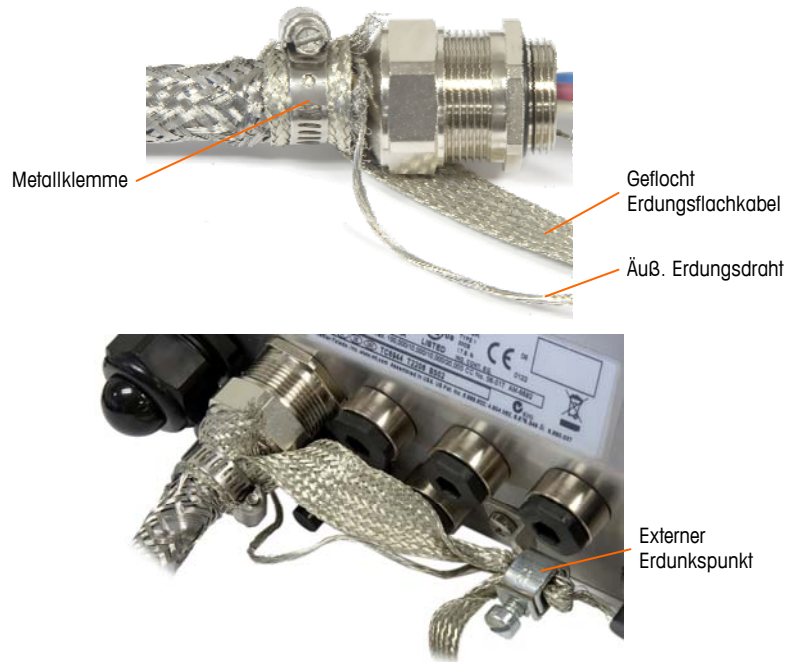

Abbildung 2-44: Abschluss des äußeren Geflechts des PDX-Kommunikationskabels, Gehäuse für raue Umgebungen
- b. Das äußere Geflecht hochziehen, um die Messinghülse abzudecken, und das eine Ende eines geflochtenen Erdungsflachkabels um die Hülse mit Geflecht wickeln, bevor alles mit der Metallklemme befestigt wird (Abbildung 2-44). Den äußeren Erdungsdraht des Kommunikationskabels zusammen mit dem geflochtenen Flachkabel durch eine Erdungsöse führen, die an der Rückseite des Gehäuses für raue Umgebungen befestigt ist. Das andere Ende des geflochtenen Flachkabels wird an der Erdungsstange abgeschlossen